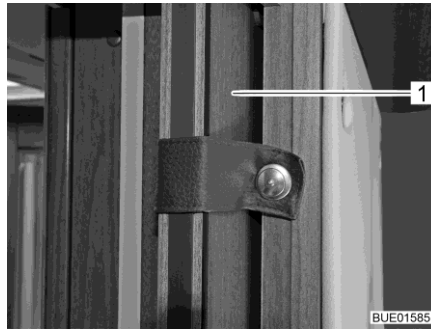
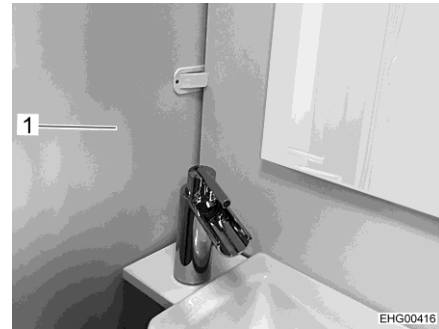

Fig. 14 Puerta corredera
Fig. 15 Panel de separación de la ducha
- Retener las puertas (Fig. 14,1) o los paneles separadores (Fig. 15,1) con los bloqueos y los materiales de fijación existentes.